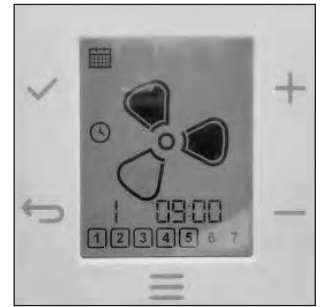

fig. 32
Apparirà la seguente schermata (fig. 32):
Nella foto (fig. 32) si è impostato che tutti i giorni da lunedì a venerdì alle ore 9, l'unità sarà attiva con i ventilatori alla velocità media.
*The following screen will appear (fig. 32):
In the photo (fig. 32), it is set that every day from Monday to Friday at 9 am, the unit will be active with the fans at medium speed.